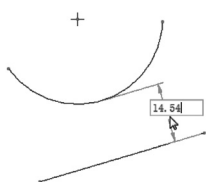

图 2-52 标注直线和圆弧之间的距离尺寸
3) 移动鼠标到合适位置处单击鼠标中键，以指定尺寸文本的放置位置，如图 2-52 所示。